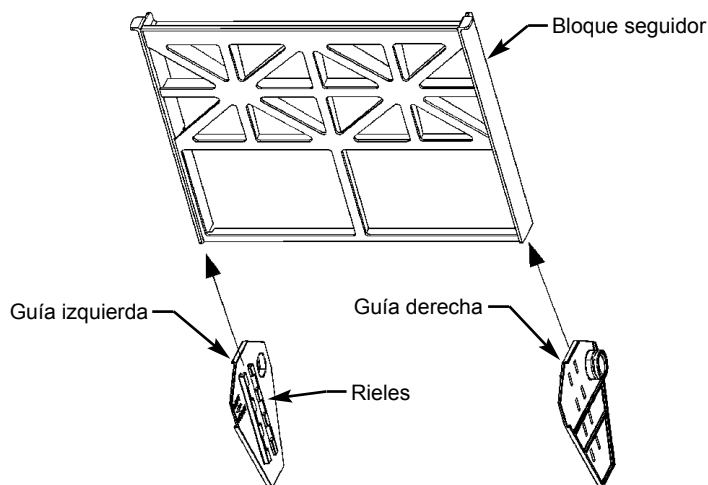

Ilustración 2
3. Vea la ilustración 2. Coloque el lado izquierdo del bloque seguidor en los rieles de la guía marcada "LEFT FRONT" (FRENTE IZQUIERDO). Verifique que la flecha en la guía apunte hacia usted y que esté completamente asentada en el bloque seguidor.
4. Vea la ilustración 2. Coloque el lado derecho del bloque seguidor en los rieles de la guía marcada "RIGHT FRONT" (FRENTE DERECHO). Verifique que la flecha en la guía apunte hacia usted y que esté completamente asentada en el bloque seguidor.